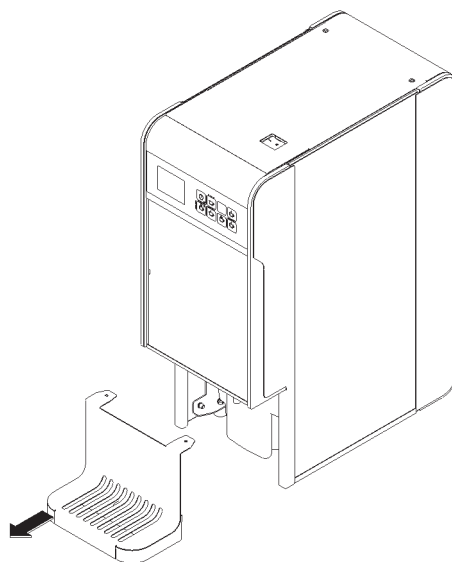

figura 1
- 2 Rimuovere il cassetto raccogliocce (1) ed i beccucci di erogazione del prodotto (vedere figura 1).
6 Abbassare la copertura anteriore, i beccucci di erogazione ed il cassetto raccogli gocce con sequenza inversa a quella descritta in precedenza (vedere figura 1).